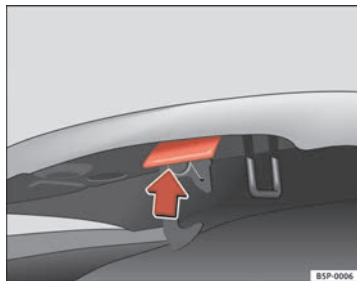

Fig. 177 Tirador de apertura por debajo del capó.
- Presione hacia arriba la palanca que hay debajo del capó ⇒ fig. 177. Al hacerlo, el gancho de sujeción queda desbloqueado.